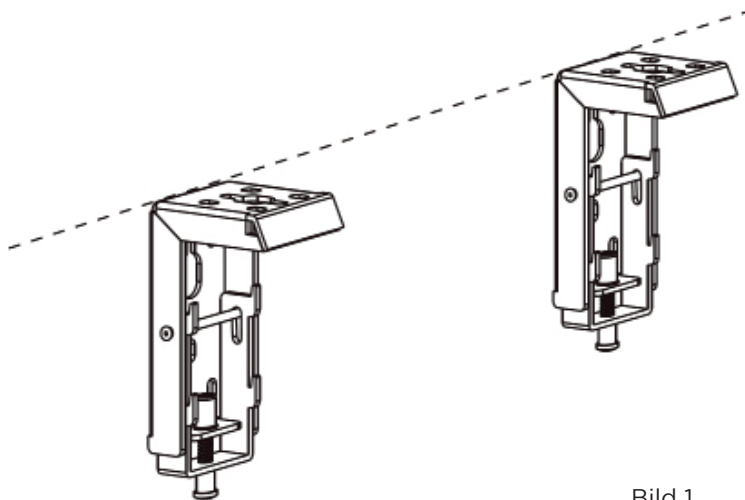

Bild 1
2. Montera monteringsvinkeln på underlaget och se därvid till att det är plant. Tips: Rita en avtorkningsbar linje när du monterar fästena (se bild 1). För väggmonteringen ska denna linje dras med ett vattenpass. Vid montering på innertak ska du med hjälp av vattenpasset förvissa dig om att de båda vinklarna hänger absolut rakt. Innertak är delvis inte principiellt raka, detta gäller i synnerhet för äldre byggnader.